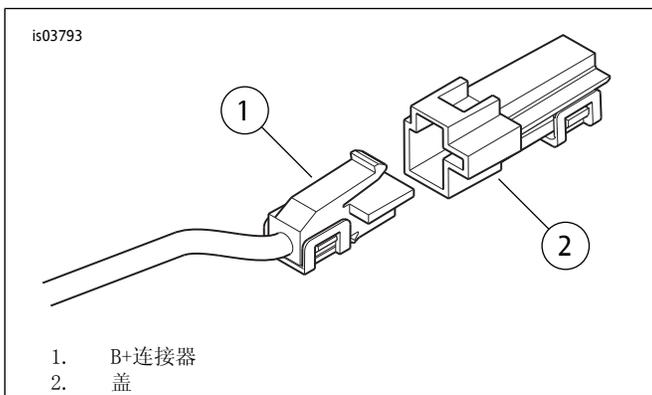

图6. B+连接器
- 参见图6。在座椅下方找到主电气线束上的B+( 电池正极 )连接器( 1 ) ( 带有未使用的灰色连接器的红色导线 )。从B+连接器上拆下盖( 2 )。